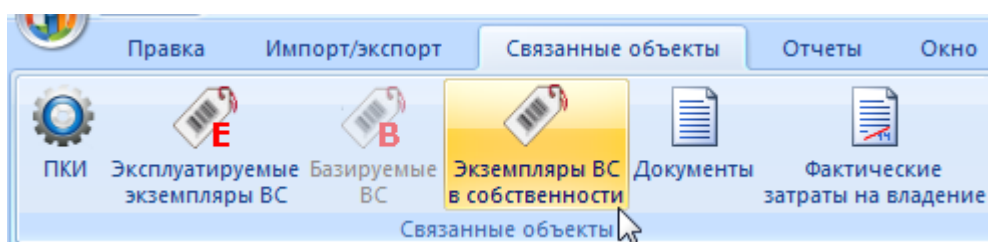

Рис. 13-116 – Вкладка «Связанные объекты» для организации
- 2) Нажать кнопку «Экземпляры ВС в собственности» панели «Связанные объекты» (рис. 13-116).